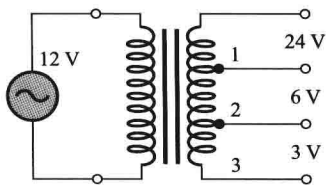

图 14-55
33. 利用图 14-55 中标出的二次电压, 求一次绕组对各个抽头部分的匝数比。